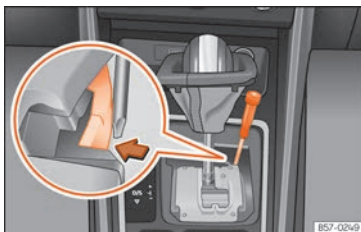

Fig. 217 Leva selettoria: sblocco di emergenza dalla posizione di parcheggio.
- Con l'aiuto della parte piatta di un cacciavite, premere lateralmente la linguetta gialla e tenerla premuta **fig. 217**.